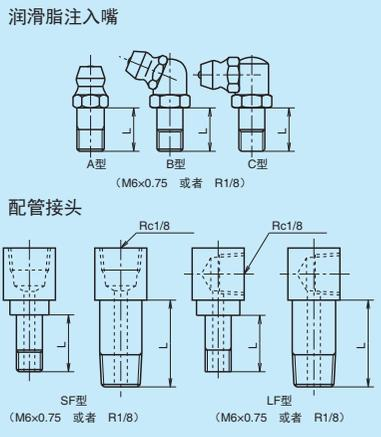
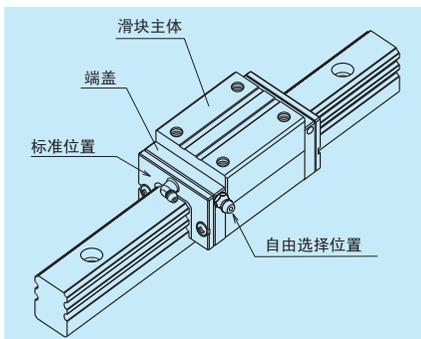

图 10 润滑脂注入嘴和专用配管接头
图 11 润滑用零件的安装位置
(1) 润滑零件的种类
• LA 系列使用的润滑脂注入嘴和专用配管接头如图 10 表 7 所示。
(2) 润滑部件的安装位置
• 润滑脂注入嘴标准型号的位置是安装在滑块的端面，作为自选也可安装在端盖的侧面（图 11）将润滑脂注入嘴和专用配管接头安装到滑块主体上面或侧面时，请向 NSK 咨询。